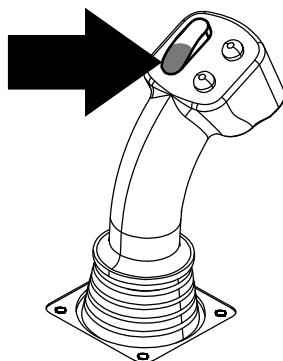

Figure 5
**Important:** Veillez à maintenir enfoncé le bas de l'interrupteur à bascule de la came sur le levier de commande gauche jusqu'à ce que la fin de chaque étape (Figure 5).